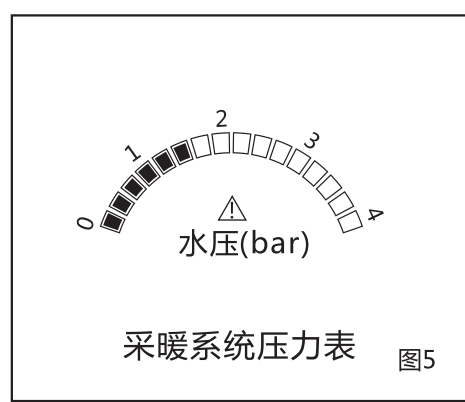

图5
- 确认采暖系统中已经注满水，并排空空气。冷水状态下，采暖系统压力在1~1.5bar之间（参见图5）。
- 确认采暖系统中已注满水，保证采暖系统压力在1~1.5bar之间（参见图5）。